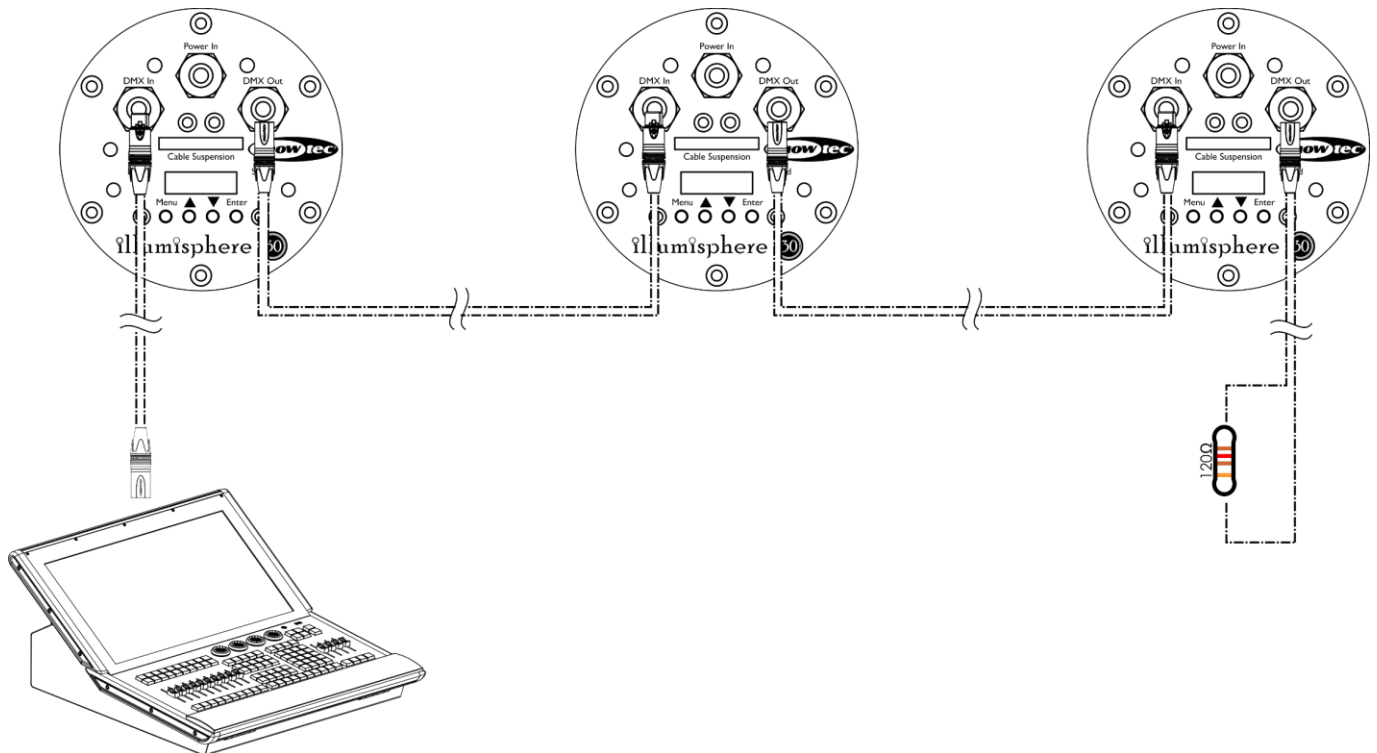

Fig. 08
- 03) Repita el paso 2 para todos los dispositivos de la conexión en cadena como se indica en la Fig. 08.